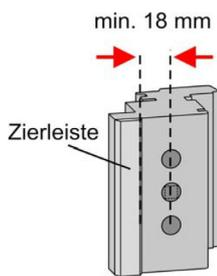

Abb. 4 Fensterprofil prüfen
- Prüfen Sie die Fenster, die Sie mit dem SecuSignal Funksender ausrüsten möchten: Die Gesamtbreite des Funksenders beträgt 36 mm. Sollten sich auf Ihren Fensterprofilen Zier- oder Aufsatz-Leisten befinden, prüfen Sie, ob eine ebene Fläche von 18 mm ab Mitte Vierkantnuss bis zur Leiste gegeben ist (s. Abb. 4). Ist dies der Fall, können Sie SecuSignal-Fenstergriffe problemlos auf Ihren Fenstern montieren.